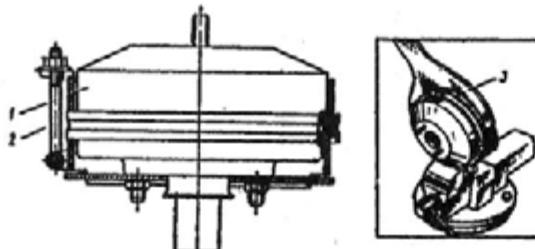

Рис. 237. Приспособление для разборки и сборки усилителя:
8. Установите усилитель на приспособление 9680-3272 (рис. 237) и затяните стяжные болты 2, затем специальным ключом 3 (9487-1723) поверните стягивающее кольцо, установив выступы кольца против фигурных пазов на фланцах крышки и основания. Стягивающие болты отпустите, после чего крышка и основание легко разъединятся.
14. Соберите крышку 1 с основанием 4 корпуса, используя приспособление (см. рис. 237). Обратите внимание на равномерность сжатия диафрагмы между крышкой и основанием.